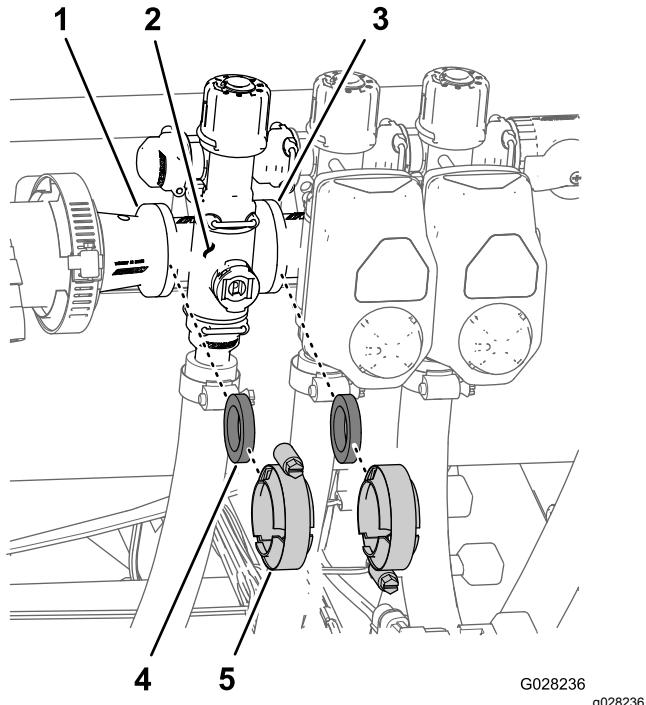

Figure 68
1. Déposez les colliers et les joints qui fixent le collecteur de la vanne de section (Figure 68) à la vanne de section adjacente (s'il s'agit de la vanne de section gauche, et accouplement réducteur).